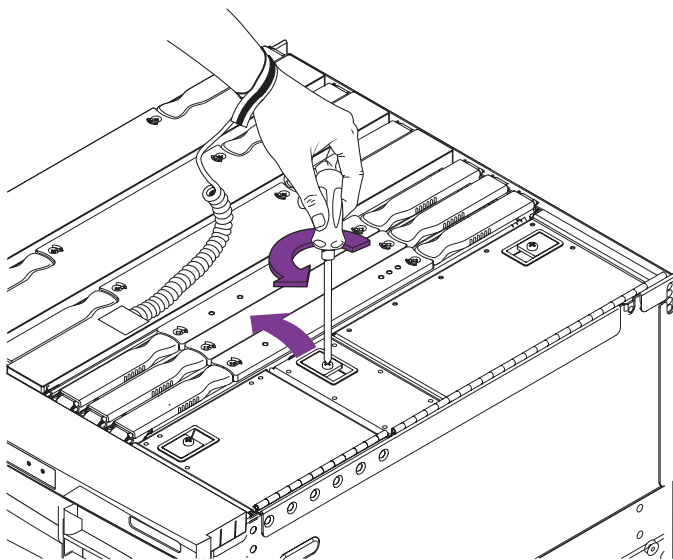

図 7-9 IB ファンのカバーの開け方 – システムの上面図
- b. ラッチを解除してカバーを開きます (図 7-9)。